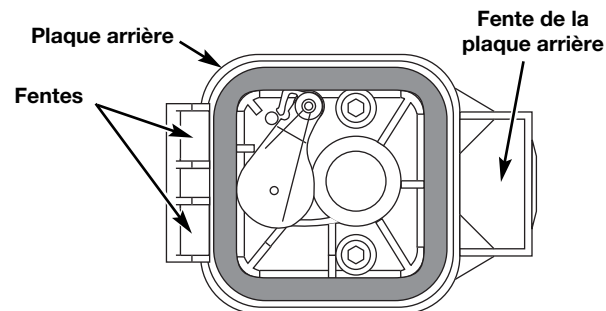

Fig. 27
6. Remplacez le filtre (Fig. 27).
air Placez les crochets à gauche du filtre à air dans les fentes à gauche de la plaque arrière (Fig. 27).